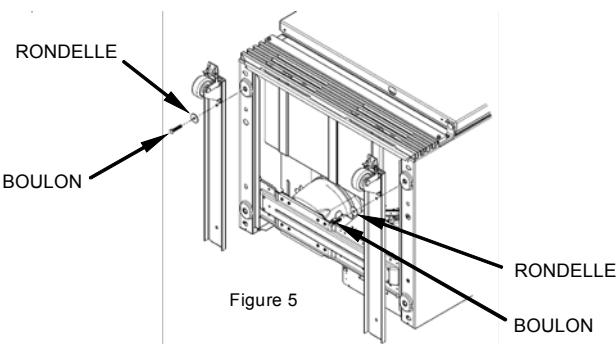

Figure 5
- Alignez le boulon avec le trou taraudé dans le pied avant droit de l'appareil. Vissez le boulon dans le trou et serrez avec vos doigts (Fig. 5).